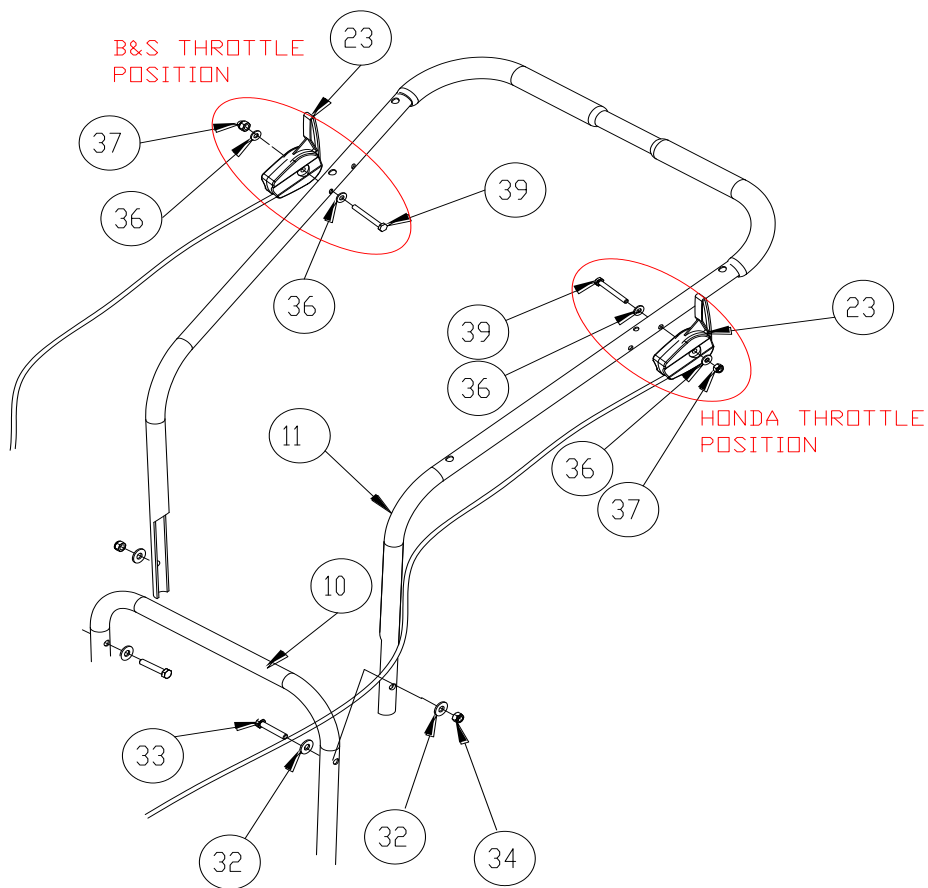

Fig. 1
1. **MONTARE** il manubrio superiore (elemento 11), con la bulloneria del sacchetto bulloneria (elementi 34,32 e 33) sul manubrio base (elemento 10). Serrare saldamente la bulloneria. (v. Fig. 1).